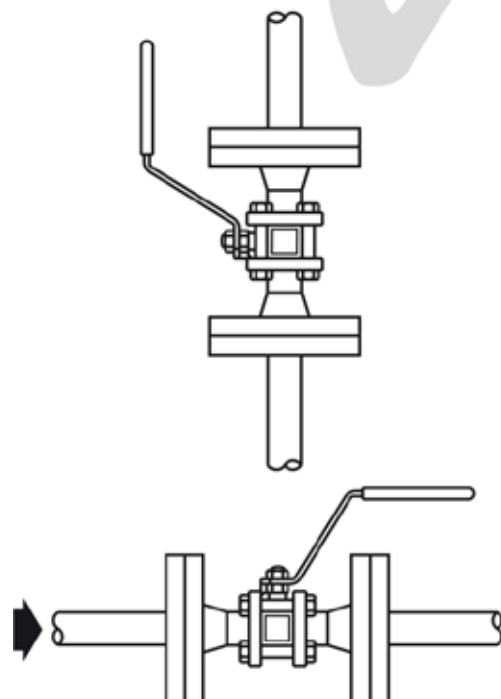

**Fig. 2 - Installation incorrecte pour les applications liquides**
**Ne pas monter le robinet à l'envers sur des applications liquides (Fig. 2)**